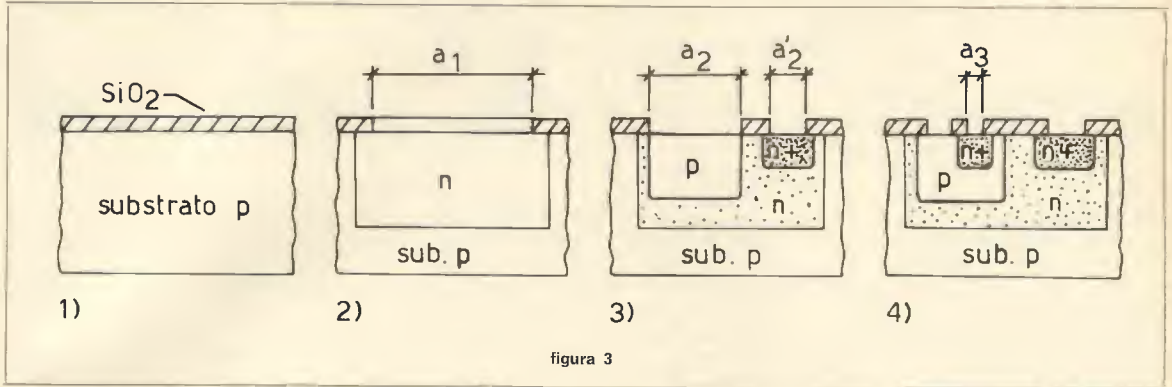

figura 3
- 1) si parte al solito dal substrato ossidato, ad esempio di tipo p, (vedi la sequenza a figura 3);